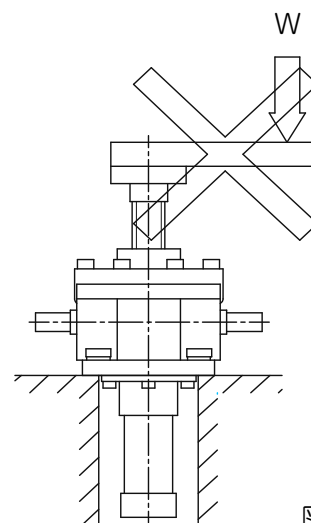

図3
- 1 4. ジャッキに加わる荷重は、ジャッキのネジ軸と同軸上に作用するようにしてください。作用方向や位置が不適切ですとジャッキに曲げ荷重や横荷重が加わり破損のおそれがあります。（図3）横荷重などが加わる場合は、ガイドを設けてジャッキが直接横荷重や曲げモーメントを受けないように配慮してください。